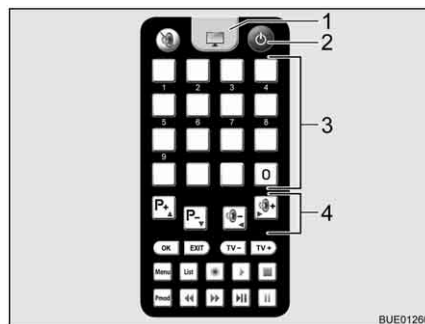

Fig. 39 Télécommande téléviseur
- Appuyer sur la touche "⏻" (Fig. 39,2) sur la télécommande du téléviseur. L'antenne passe dans le mode de recherche. Une tonalité continue retentit.
- Appuyer sur la touche de la télécommande du téléviseur (Fig. 39,1) pour passer sur réception sur le téléviseur. La tonalité disparaît. Une image apparaît à l'écran.
- Choisir la station désirée au moyen des touches de mémoire (Fig. 39,3) de la télécommande du téléviseur ou des touches de fonction (Fig. 39,4).